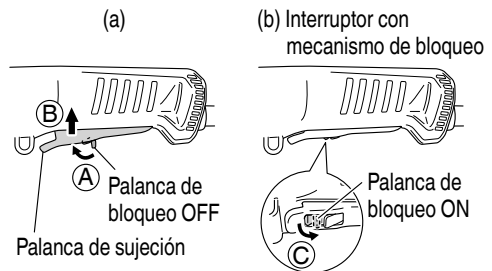

Fig. 3
- ON: Para poner la máquina en funcionamiento, deslice la palanca de bloqueo OFF y después la palanca de sujeción en el sentido de ⓑ como se muestra en la Fig.3-a. Además, deslice la palanca de bloqueo ON en el sentido de ⓒ como se muestra en la Fig.3-b manteniendo presionada la palanca de sujeción para permitir la operación continua.
- OFF: Para desactivar el modo de bloqueo, presione la palanca de sujeción en el sentido de ⓑ, como se indica en la Fig.3-a, y suéltela a fin de parar la máquina.
Para poner la máquina en funcionamiento, deslice la palanca de bloqueo en el sentido de Ⓐ y presione la palanca de sujeción en el sentido de ⓑ como se indica en la Fig. 3-a. Para parar la máquina, suelte la palanca de sujeción.